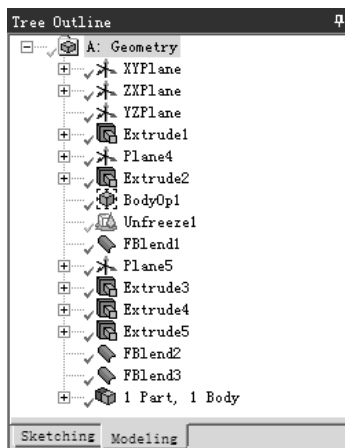

图 3.1.9 “Tree Outline”对话框
- ◆ 打开 **Modeling** 选项卡，弹出图 3.1.9 所示的“Tree Outline”对话框，在该对话框中显示三维实体几何模型的创建步骤及所使用的创建工具等信息。